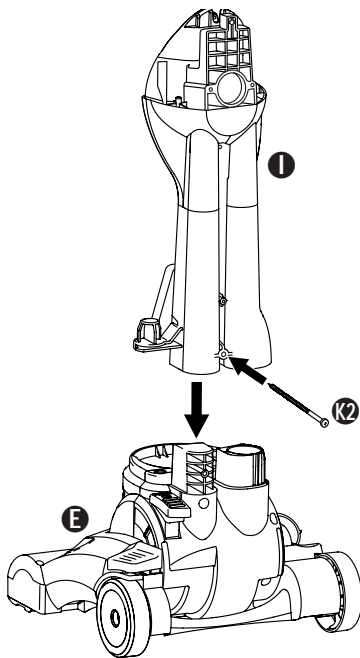

FIG. 1
Step 1: (FIG. 1) Assemble the rear housing **1** to the base **E** by sliding it on top of the base and attaching to the base using a long screw provided **K2**.
Étape 1. (FIG. 1) Fixez le boîtier arrière **I** à la base **E** en le glissant sur le dessus de la base et attachez-le à celle-ci à l'aide d'une longue vis **K2** fournie avec l'appareil.
Paso 1. (FIG. 1) Instale el alojamiento trasero **I** en la base **E** deslizándolo sobre la misma y fijándola usando el tornillo largo **K2** proporcionado.